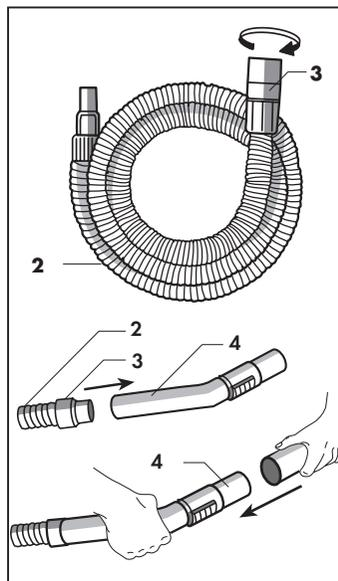
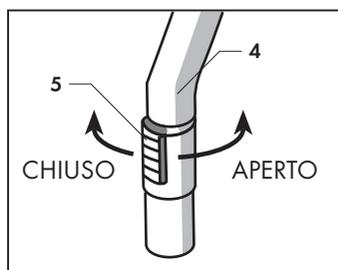

Fig. 8
Fig. 9
Per l'accoppiamento dei vari componenti è sufficiente inserire il raccordo (3) del flessibile (2) nell' impugnatura (4) e inserire la parte femmina dell'accessorio che si intende utilizzare nella parte terminale maschio dell'impugnatura (4). (Fig. 8).
**IMPUGNATURA (4)**
Questo accessorio è dotato di anello deflussore (5) che permette di regolare la forza di aspirazione (Fig. 9).